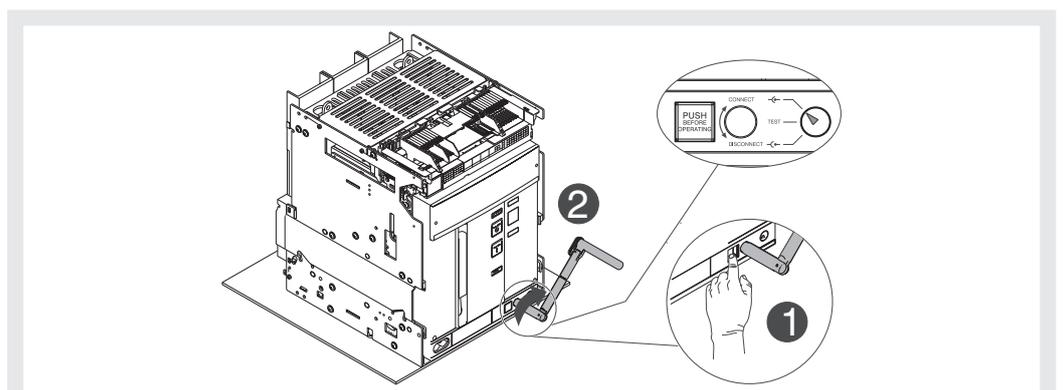

Figura 46
11. Apretar el pulsador de bloqueo y girar la manivela en sentido horario hasta que el pulsador salga y el indicador señale que el interruptor está en posición **CONNECT**. Véase Figura 46.